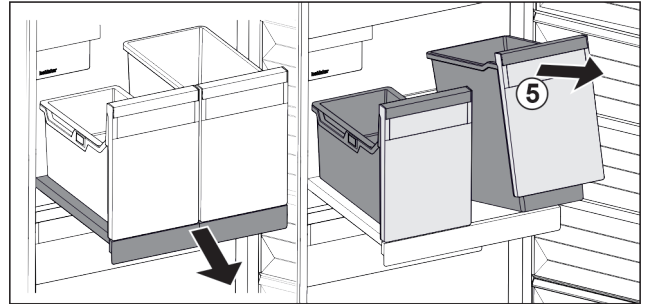

Fig. 104
- ▶ Posodo Fig. 104 (5) dvignite naprej.